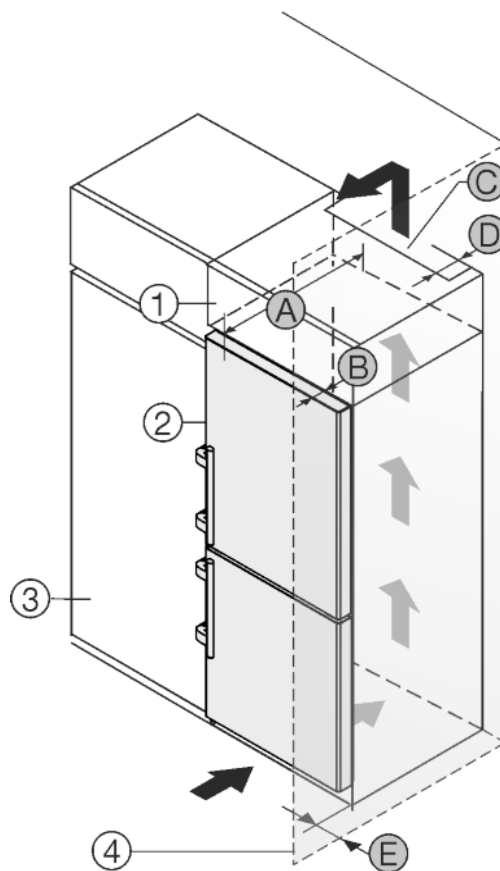

Fig. 43
Устройство может быть окружено кухонными шкафами. Чтобы уравнять устройство *Fig. 43 (2)* по высоте с кухонной стенкой, можно установить над устройством дополнительный шкафчик *Fig. 43 (1)*.
Установить устройство можно непосредственно рядом с кухонным шкафом *Fig. 43 (3)*. Чтобы можно было полностью открыть двери, устройство должно выступать на глубину *Fig. 43 (B)* относительно передней стенки кухонного шкафа. В зависимости от глубины кухонных шкафов и использования пристенных распорок устройство может выступать и больше.
- На задней стенке дополнительного шкафчика должен быть вентиляционный канал с глубиной *Fig. 43 (D)* по всей ширине этого шкафа.
- Нужно соблюдать вентиляционное отверстие *Fig. 43 (C)* под нижней панелью.
Если устройство установлено на шарнирах у стены *Fig. 43 (4)*, то нужно соблюдать расстояние *Fig. 43 (E)* между устройством и стеной. Настолько выступает ручка при открытой дверце.